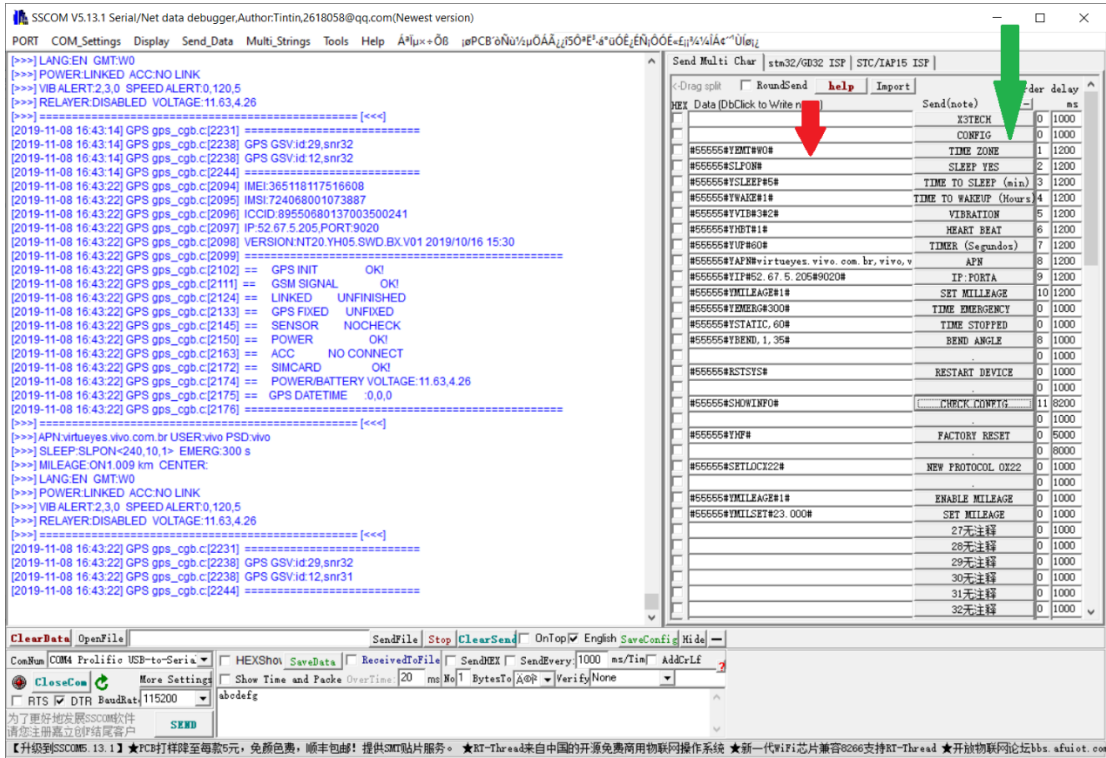

Figura 11 – Edit parameters and send to tracker
Passo 3: Seleção dos parâmetros de configuração nas linhas seta vermelha e envie a configuração individualmente clicando nos ícones da seta verde, indicadas na figura 11.
Na função de ACC Virtual habilitado, a entrada física pode ser usada para alarme de pânico, conforme figura 11. Para esta função deve ser associado um botão de pânico ligado ao positivo e à entrada, ao ser acionado gera um alarme de SOS que é enviado à plataforma.